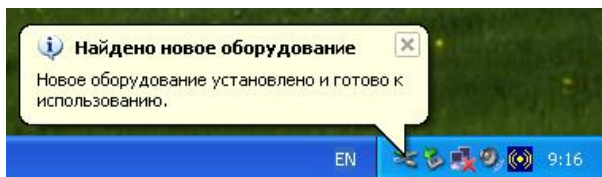

Рисунок 13
- Появится сообщение «Найдено новое оборудование. Новое оборудование установлено и готово к использованию» (см. рисунок 13).